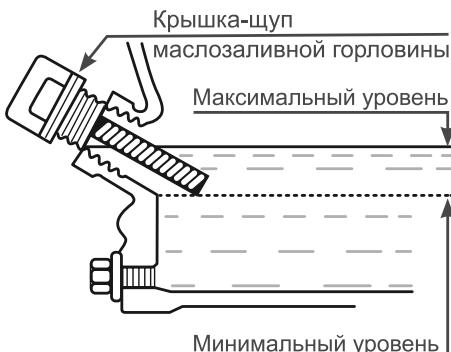

Рис. 5 Проверка уровня масла в картере
4. Протрите щуп насухо и вставьте в отверстие горловины, не закручивая (Рис. 5).
5. Аккуратно вытащите щуп и осмотрите его. Уровень масла должен соответствовать верхней отметке на щупе. При недостаточном уровне масла в картере необходимо долить чистое масло до верхней отметки на щупе, что соответствует нижней кромке заливного отверстия (Рис. 5). После окончательной проверки, плотно закрутите крышку-щуп.
! Максимальный уровень масла в картере соответствует нижней кромке маслозаливной горловины (Рис. 5).